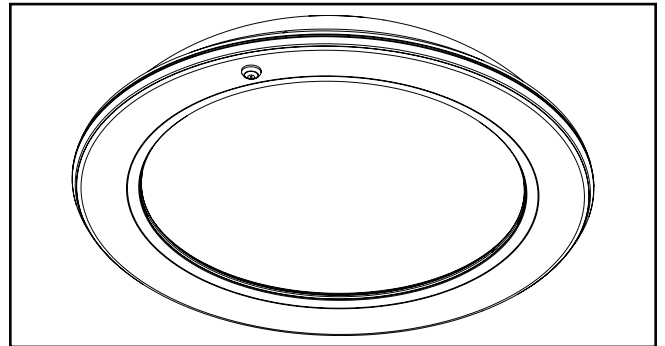

Figure 3. Image montrant l'interrupteur d'essai et l'indicateur de charge
4. L'interrupteur d'essai de la pile et l'indicateur de charge sont situés sur le luminaire, comme illustré. (Figure 3)